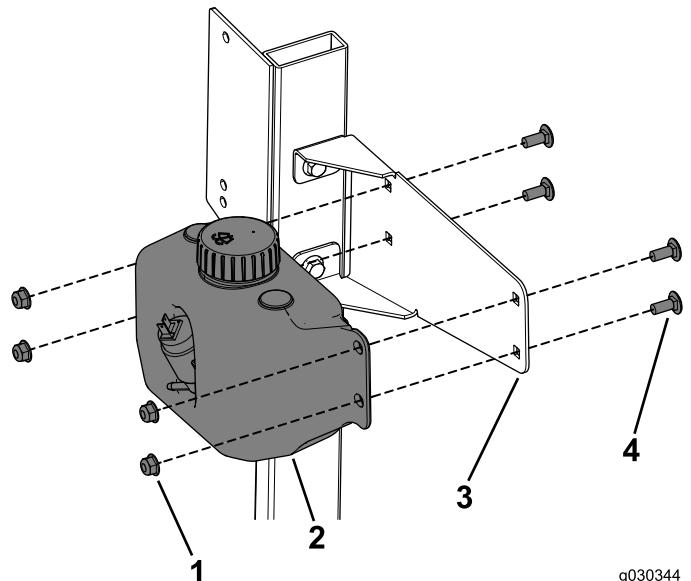

Figura 26
- Fixe o depósito de lavagem à montagem do depósito utilizando os 4 parafusos de carroçaria (5/16 pol. x 3/4 pol.) e as 4 porcas flangeadas (Figura 26).